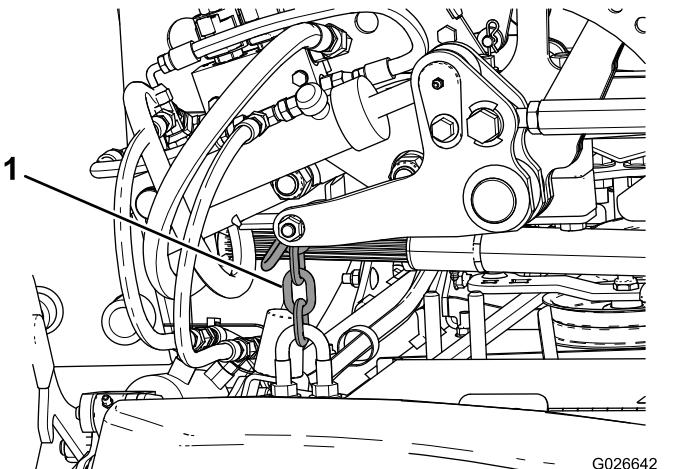

図 17
- A. 右後昇降チェーンを、昇降ブラケットの内側に取り付けるボルト1本とナット2個を使用する 図 17。